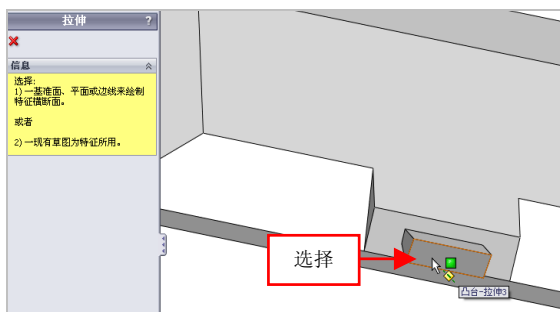

图 16-60 选择草图绘制面
(1) 单击【拉伸凸台/基体】按钮，弹出【拉伸】属性管理器，选择合适的面为草图绘制面，如图 16-60 所示。